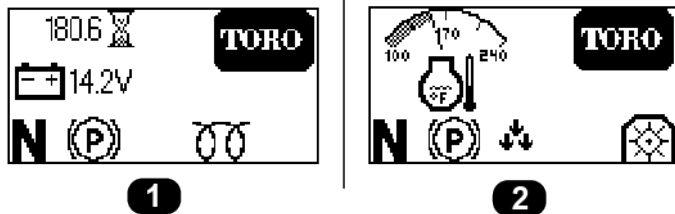

**Bild 34**
2. Nehmen Sie die Splinte und die Stifte vom Überrollbügel ab (Bild 34).
3. Klappen Sie den Überrollschutz nach oben und befestigen Sie diesen mit den Splinten und Stiften (Bild 34).